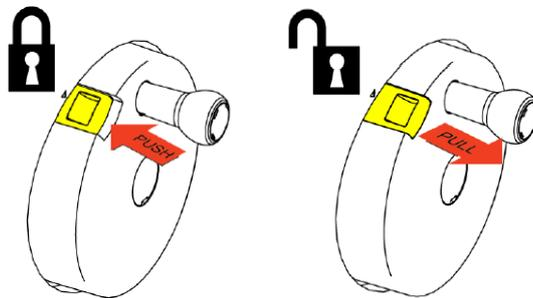

图 3
4.1.2 机械手轮制动：将手轮柄转至 12 点钟位置，推动锁止开关，手轮被锁定，拉出锁止开关，手轮解锁。（如图 3）